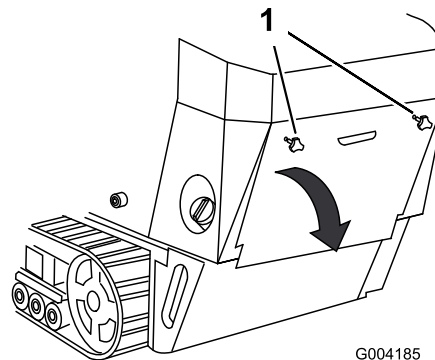

図 25
1. 後アクセスカバーを機体に固定しているハンドノブ2個を外す 図 25
2. 後アクセスカバーを下に開くと内部にアクセスできるようになる 図 25。